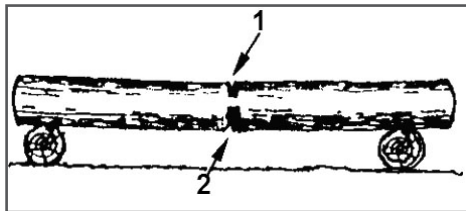

Рис. 15 Пропилы при раскряжке дерева на двух опорах
1. Бревно лежит на двух опорах (Рис. 15). Разгрузочный пропил (1) на $1/3$ бревна делается сверху. Основной пропил (2) делается снизу навстречу разгрузочному пропилю.